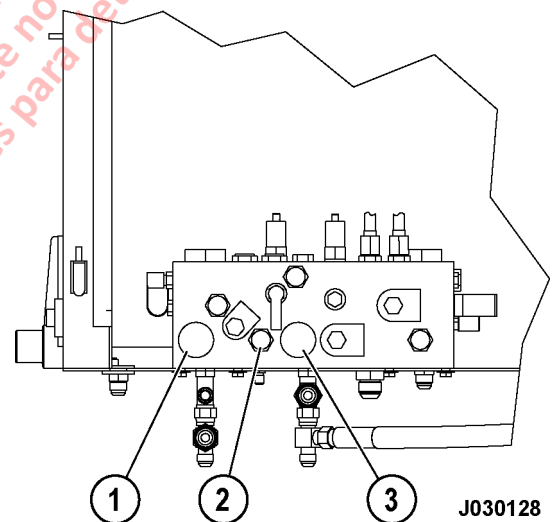

FIGURA 3-1. MÚLTIPLE DE FRENOS
La válvula de freno es una válvula moduladora de presión que se acciona mecánicamente por medio del pedal de freno en la cabina del operador o de hidráulicamente mediante la válvula de aplicación automática (2, Figura 3-1) en el gabinete de frenos hidráulicos.
2. Coloque la palanca selectora de marcha en ESTACIONAMIENTO y active el interruptor de descanso. Gire el interruptor de arranque a la posición OFF para apagar el motor y espere 90 segundos para que los acumuladores del sistema de dirección se purguen. Abra las válvulas de purga (1) y (3, Figura 3-1) para purgar los acumuladores de frenos.
4. Abra ambas válvulas de purga del acumulador de frenos (1) (3, Figura 3-1) con el motor apagado y el interruptor de arranque en OFF. Precargue ambos acumuladores de freno a 9650 kPa (1400 psi). Consulte el punto Procedimiento de carga de los acumuladores más adelante en esta sección.